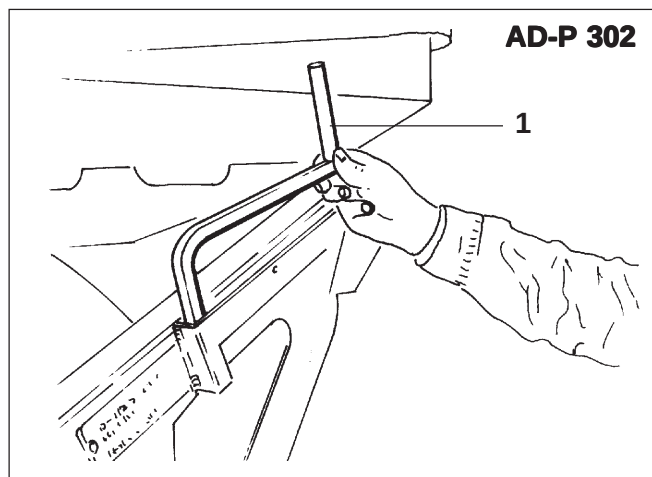
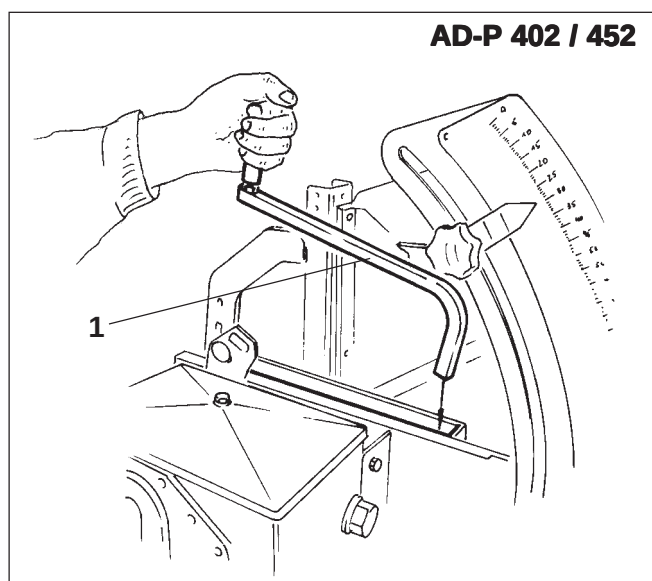

Fig. 21.5
Fig. 21.6
- Remplacez la manivelle d'étalonnage (fig. 21.5 et fig. 21.6) dans son support et verrouillez la en sécurité à l'aide de la goupille agricole